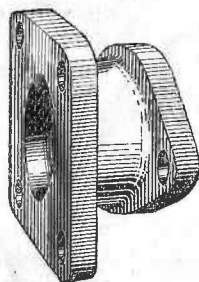

Fig. 15
- 1 bride de raccordement au moteur s'il y a lieu (fig.15)
BRIDE DE RACCORDEMENT AU MOTEUR : (fig. 15)